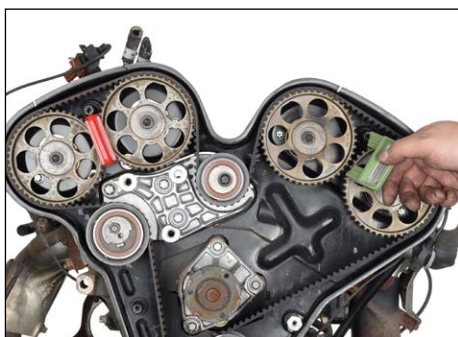

Bild 8
4. Sätt in fixeringsverktyget för kamaxel OE (KM-800-2) grön, med beteckningen "Top" uppåt, mellan kamaxelremhjulen "3" och "4" (bild 8 och 9). Om fixeringsverktyget inte kan sättas in, lossa det nedre kamremslöphjulet (bild 10) och vrid den på kammen med spännyckeln MKM-6038 eller en vattenpumpstång tills verktyget kan sättas in. Motorn är nu fixerad i ÖD-läget (bild 3).